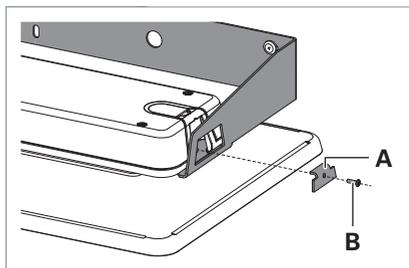

Fig. 7: Skruva fast vinkeln på väggfästet.
- ▶ Skruva fast vinkeln **A** på väggfästet med skruven **B**, se Fig. 7.